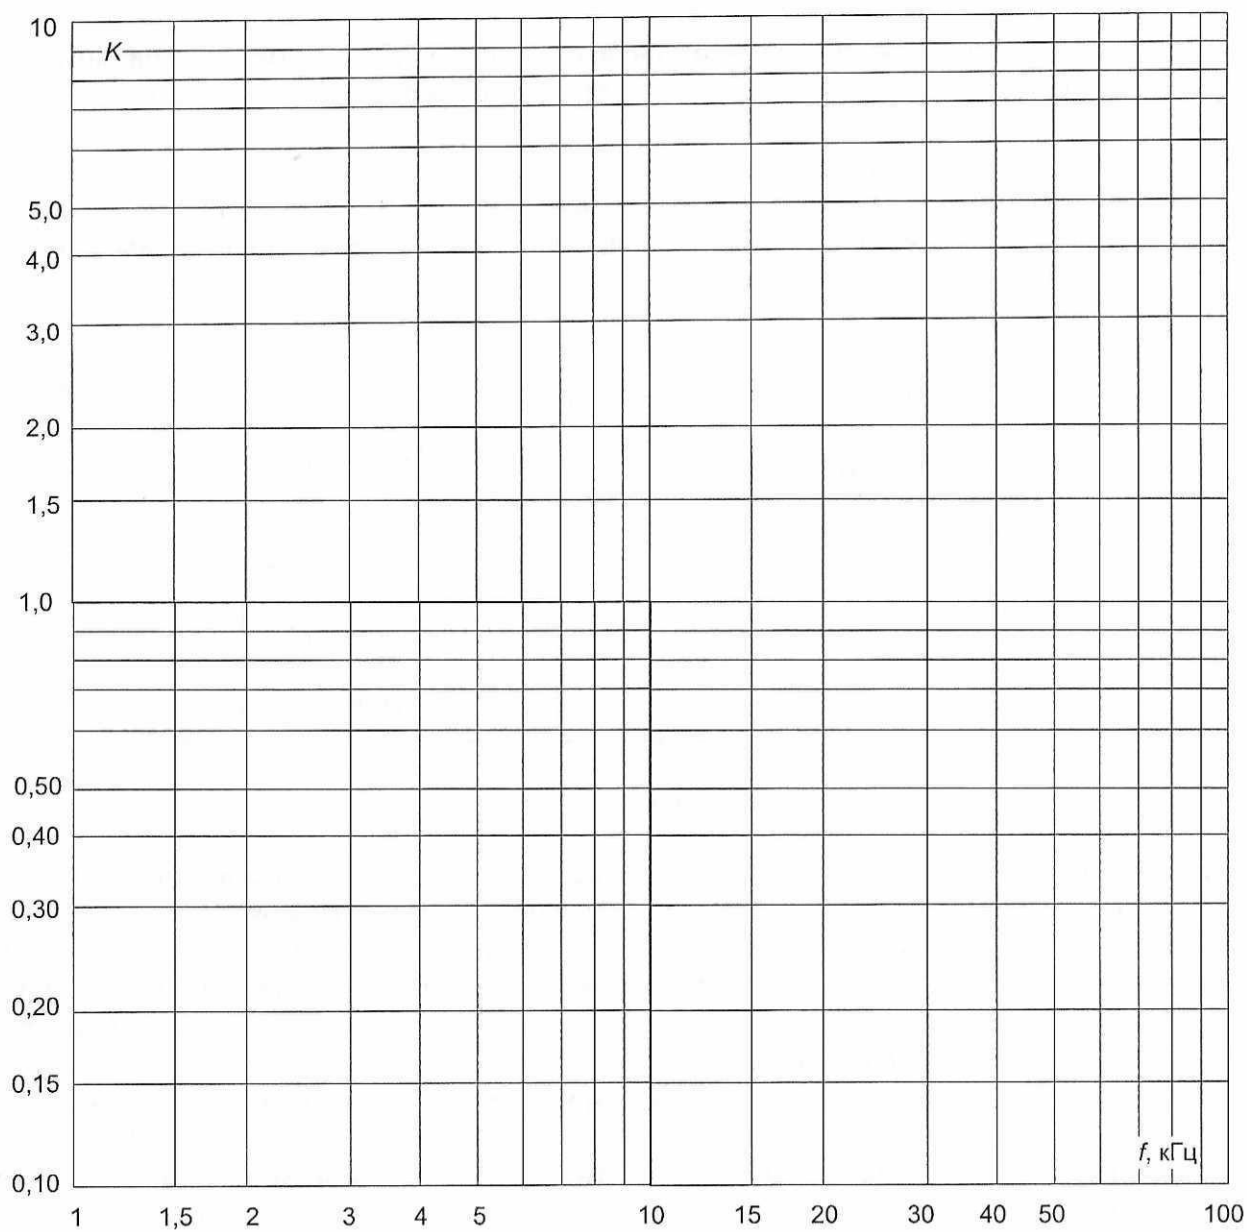

Рис.3.7.6
- Вычислите коэффициент передачи интегрирующего усилителя $K = U_{\text{ВЫХ}}/U_{\text{ВХ}}$ и на рис. 3.7.6 в логарифмическом масштабе постройте график.
- Вычислите коэффициент передачи дифференцирующего усилителя $K = U_{\text{ВЫХ}}/U_{\text{ВХ}}$ и на рис. 3.7.6 постройте график.